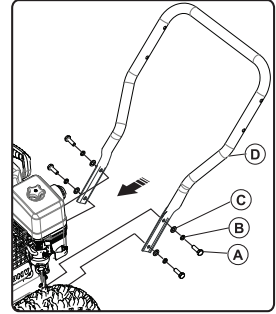

Рис. 1
- Выкрутите шестигранный фланцевый болт M8 × 20 (A) из бокового отверстия коробки, установите нижнюю планку рукоятки (D); затем используйте плоскую шайбу 8 (B), пружинную шайбу 8 (C), шестигранную головку M8 × 20 (A). Закрепите нижнюю планку рукоятки (C) в отверстиях с обеих сторон коробки (см. рис. 1).
Добавьте 0.6 л смазочного масла в картер бензинового двигателя (см. рис. 1).
Масло. Рис. 1